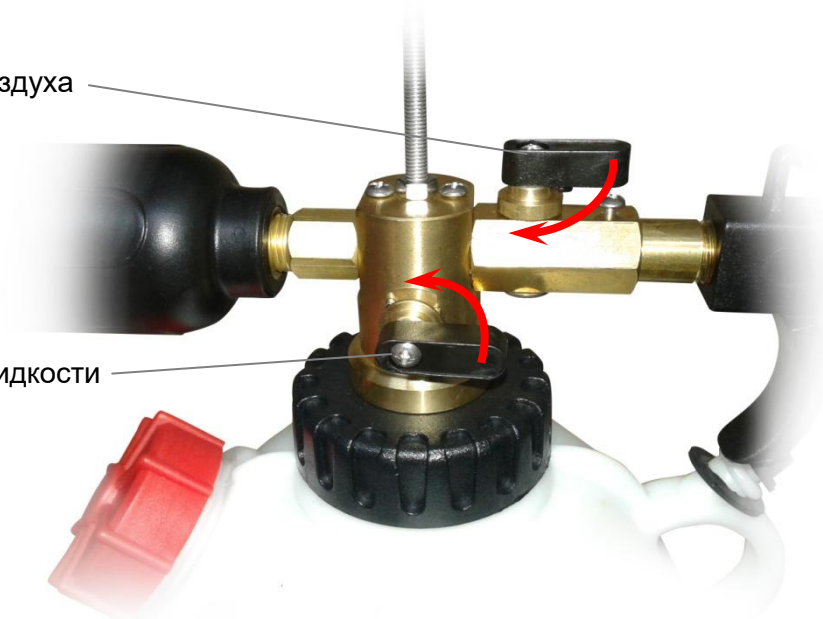

Рис. 3
- Кран подачи сжатого воздуха служит для предотвращения работы при случайном нажатии курка при подключенном сжатом воздухе (Рис. 3).
- Кран подачи моющей жидкости предназначен для отключения бачка с моющей жидкостью для продувки пистолета-пенообразователя после работы (Рис. 3).